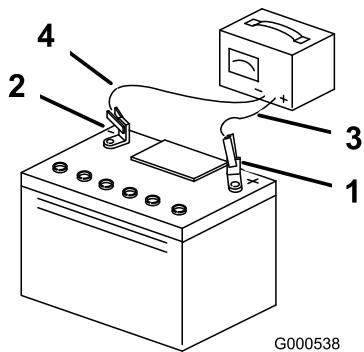

図 52
4. 充電が終わったら、チャージャのプラグをコンセントから抜いてから、チャージャのリード線をバッテリー端子から外す（図 52）。